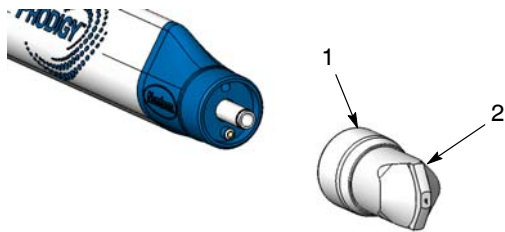

Fig. 20 Dépose de la buse
1. Voir la figure 20. Retirer l'écrou de fixation (1) et la buse (2).
4. Voir la figure 20. Retirer la buse du pistolet pour éviter de l'endommager pendant les travaux.
9. Voir la figure 20. Monter la buse (2) et serrer l'écrou de blocage (1).